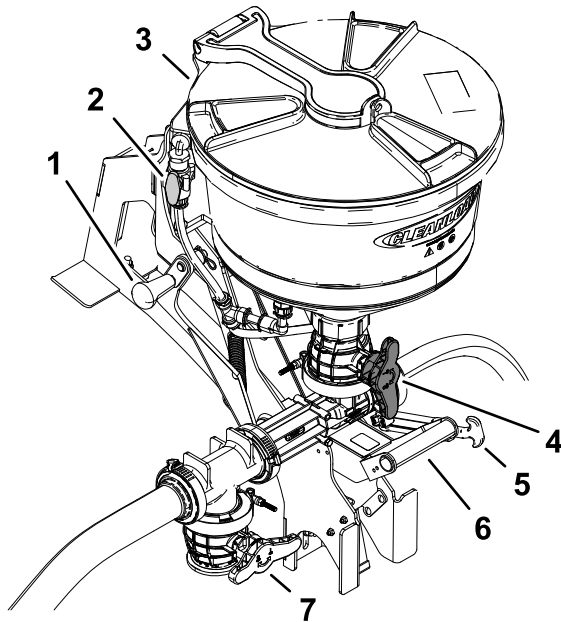

図 42
5. ホッパー下部についているホッパーバルブ赤いノブを開く図 42。
1. 昇降ハンドルを使ってエダクタを下げる図 42。
2. ふたを開けて、内部に異物流れを妨げる可能性のあるものや薬剤を汚染する可能性のあるものがないか調べる図 42。
2. ホッパーバルブを開く 図 42。
- B. フラッシュバルブを開いてエダクタ内部を20秒間すすぎ洗いする 図 42。
- C. フラッシュバルブを閉じる 図 42。
6. エダクタを上げ、移動走行用ストラップで支える 図 42。
7. エダクタ停止バルブとホッパーバルブを閉じる 図 42。
3. ホッパーのふたを閉じ、カバーを右に回してふたをロックする 図 42。
6. エダクタを移動走行位置に戻し、移動走行用ストラップで固定する 図 42。